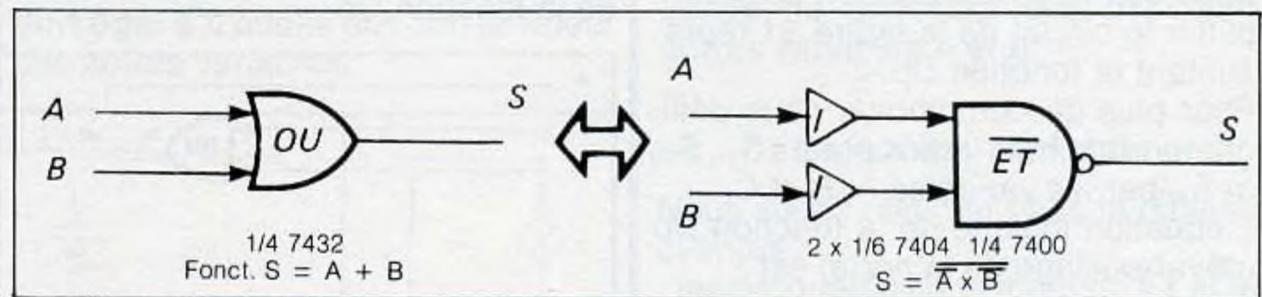

Fig. 65
- L'opérateur OU (7432) (figure 65)